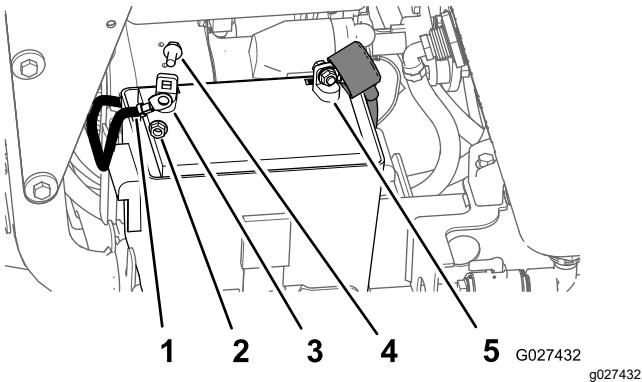

Figure 78
3. Retirez le boulon à embase hexagonale et l'écrou à embase du câble négatif et de la borne négative (-) de la batterie, et débranchez le câble de la batterie (Figure 78).
4. Enlevez le capuchon rouge de la borne positive de la batterie (Figure 78).
5. Retirez le boulon à embase hexagonale et l'écrou à embase du câble positif (rouge) et de la borne positive (+) de la batterie, et débranchez le câble de la batterie (Figure 78).
3. Reliez le câble positif (rouge) à la borne positive (+) de la batterie au moyen d'un boulon à embase et d'un écrou à embase (Figure 78).
5. Reliez le câble négatif à la borne négative (-) de la batterie avec un boulon à embase et un écrou à embase (Figure 78).